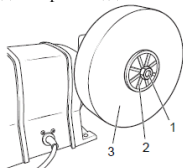

Рис.7 Замена абразивного круга для мокрого шлифования
- ослабить гайку-1 и снять её вместе с зажимным фланцем-2, см.рис.7;